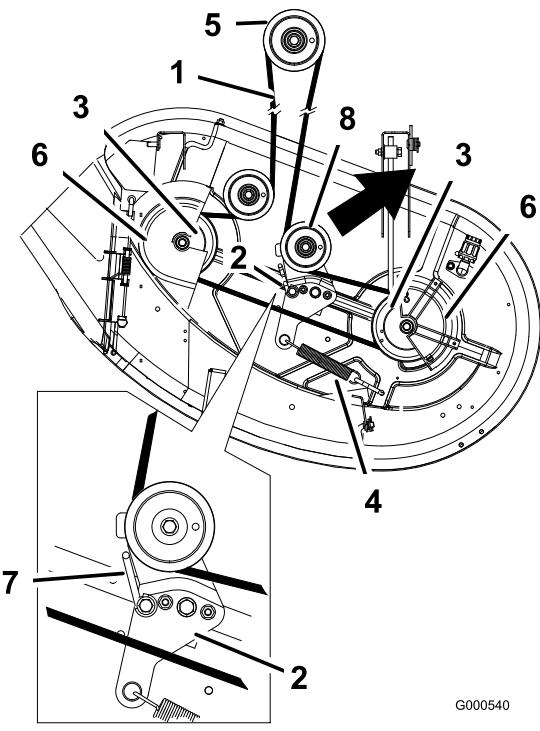

Bild 50
4. Nehmen Sie die Riemenabdeckung über die äußeren Spindeln ab und lösen Sie die Riemenführung (Bild 50).
- Ziehen Sie die Spannscheibe in die in Bild 50 angegebene Richtung und rollen den Riemen von den Scheiben ab.
- Legen Sie den neuen Riemen um die Motor- und Mähwerkspannscheiben (Bild 50).
- Ziehen Sie die Spannscheibe in die in Bild 50 angegebene Richtung und verlegen den Riemen um die andere Spannscheibe (Bild 50).
- Drehen Sie die Riemenführung auf dem Spannarm zur Riemscheibe, bis sie stoppt (Bild 50).
- Ziehen Sie die Riemenführungsschraube fest (Bild 50).